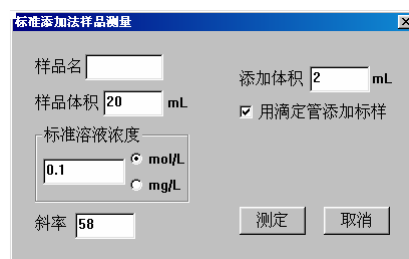

图 7
(1) 输入操作者姓名、测量设置与分子量及转换系数和是否求百分含量的操作同【两点校正法】中的(1)、(2)、(4)。
(2) 单击工具栏中“▶”（开始测量），如图 7 提示→输入样品号→样品体积→标液浓度（含单位）→斜率→添加体积→是否自动添加，单击【测定】。→将提示上述参数是否正确，如果正确单击【确定】。→提示将电极插入样品溶液中，待电位稳定后单击【确定】采集添加前的电位。→提示添加标准溶液，电位稳定后单击【确定】，采集添加标准溶液后的电位。→自动计算样品溶液的浓度。如果要计算百分含量，则将提示输入样品的重量。